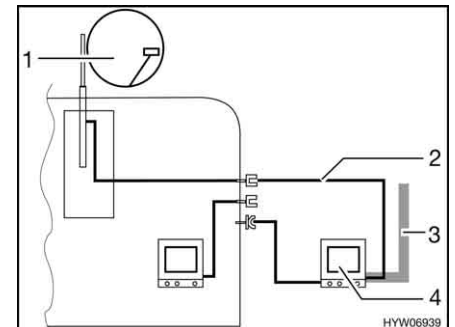

Fig. 134 TV en el área bajo el toldo
- TV en el área bajo el toldo (Fig. 134,4): Conexión a la antena del techo (Fig. 134,1) con el cable de conexión (Fig. 134,2)
- TV en el área bajo el toldo (Fig. 134,4): Conexión a antena externa (Fig. 134,3)